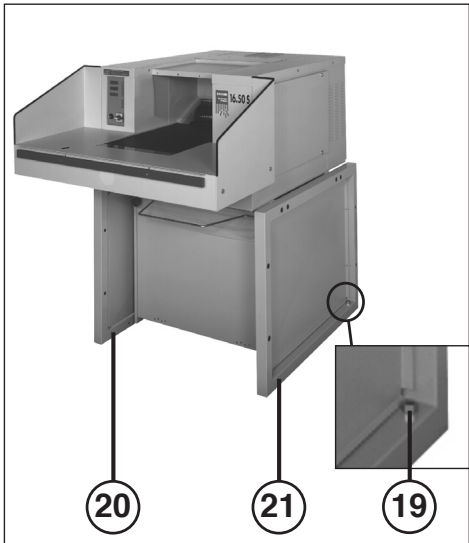

Fig. 2
- 19 = Tornillo de compensación (fig. 2)
6. Compensar las irregularidades del suelo con ayuda de los tornillos de compensación (19) (fig. 2).